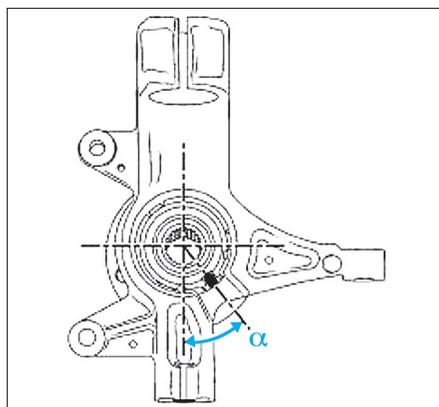

Fig. 21
- Positionner le porte capteur en respectant l'angle de $\alpha = 35 \pm 5^\circ$ par rapport à la verticale (Fig.21).